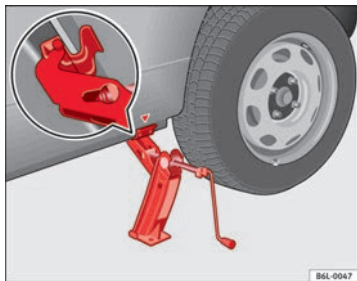

Abb. 136 Wagenheber
- Richten Sie den Wagenheber so aus, dass seine Klaue den Steg des Unterholms umfasst und die bewegliche Grundplatte plan auf dem Boden aufliegt ⇒ Abb. 136.